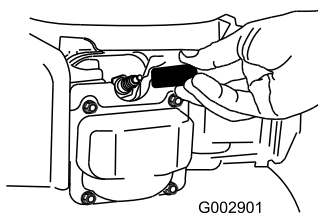

Figure 32
2. Débranchez le fil de la bougie (Figure 32) avant de procéder à un quelconque entretien.